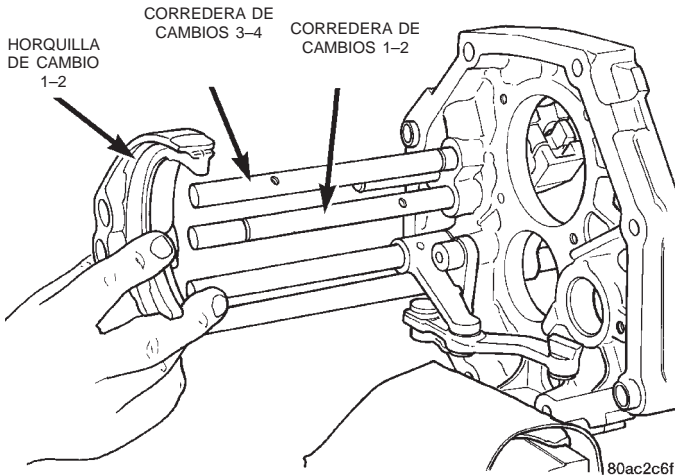
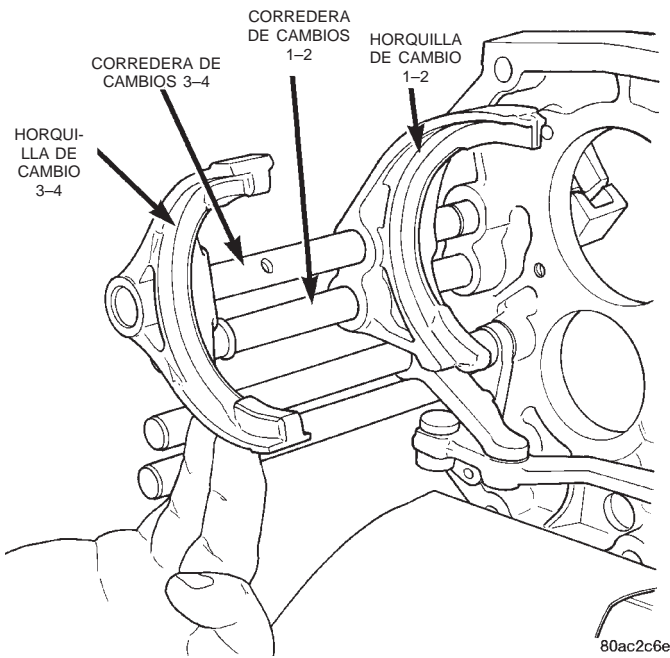

Fig. 85 Instalación de la horquilla de cambio 1-2
Fig. 86 Instalación de la horquilla de cambio 3-4
(14) Retire la placa intermedia de la mordaza, gire la placa 180° y vuelva a instalarla en la mordaza mediante el mismo dispositivo de montaje de perno y arandela.
(15) Instale las bolas de detenedores de la corredera de cambios en la placa intermedia.
(16) Instale los muelles de detenedores de la corredera de cambios en la placa intermedia. Observe que el muelle del detenedor inferior es más corto que los otros.
(17) Instale los tapones de detenedores de la corredera de cambios en la placa intermedia.
(18) Instale la horquilla de cambio 1-2 en las correderas de cambios 1-2 y 3-4 (Fig. 85).
(19) Instale el anillo de muelle en la corredera de cambios 1-2.
(20) Instale la horquilla de cambio 3-4 en la corredera de cambios 3-4 (Fig. 86).